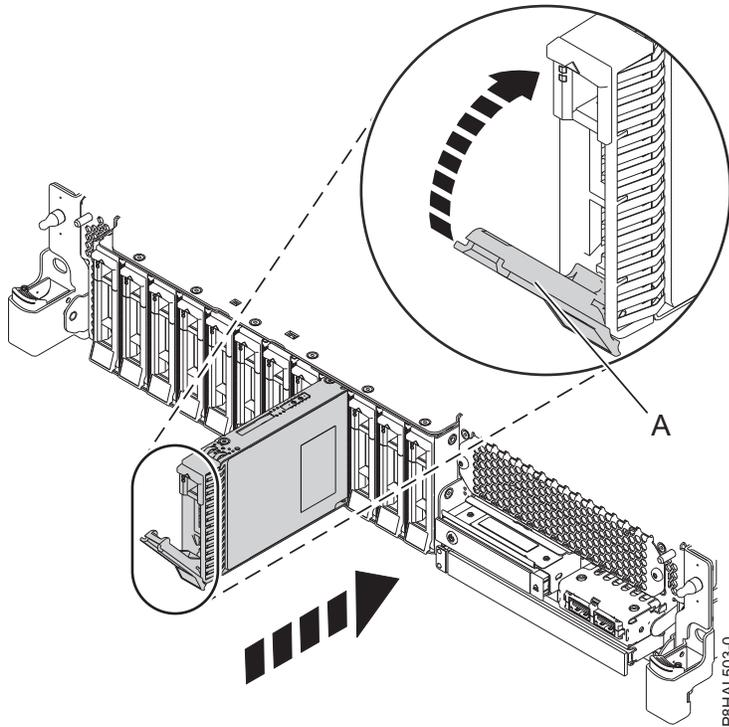
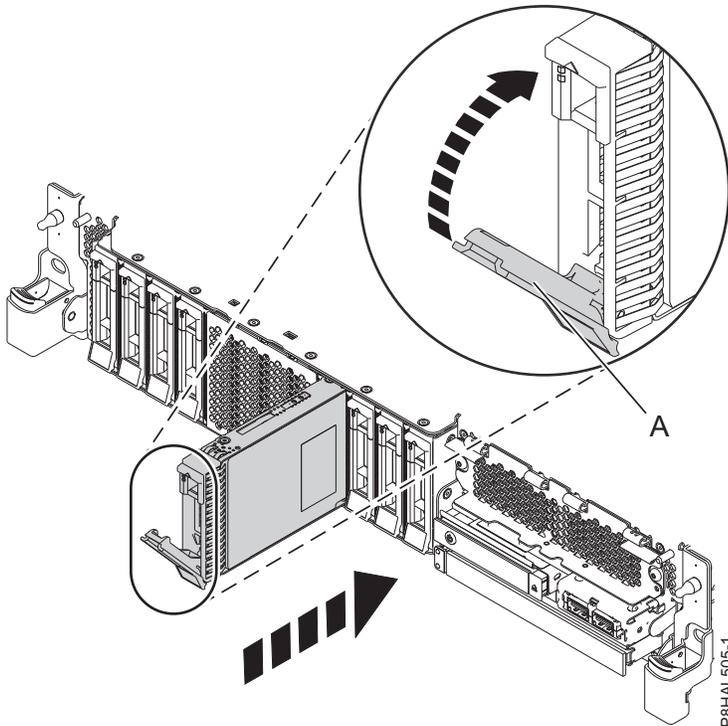

Abbildung 44. Plattenlaufwerk in einem System mit Basisfunktionen austauschen
Abbildung 45. Plattenlaufwerk in einem System mit erweiterten Funktionen austauschen
3. Entriegeln Sie den Griff (A) des Laufwerks, indem Sie ihn zusammendrücken und zu sich hin nach außen ziehen. Wird der Griff nicht ganz nach außen gezogen, lässt sich das Laufwerk nicht in das System einschieben. Siehe Abb. 44 auf Seite 49 und Abb. 45 auf Seite 50.
5. Schieben Sie das Laufwerk ganz in das System ein und verriegeln Sie es dann, indem Sie den Griff des Laufwerks (A) eindrücken, bis er einrastet. Siehe Abb. 44 und Abb. 45 auf Seite 50.